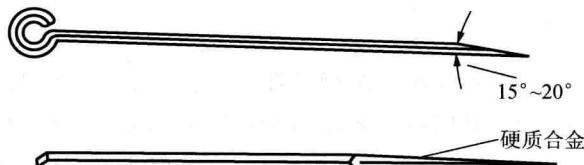

图1-15 划针
(1) 划针结构。划针通常由弹簧钢丝或高速钢制成,直径一般为3~5 mm,长度约为200~300 mm,尖端磨成 $15^{\circ}\sim20^{\circ}$ 的尖角,并经过淬火处理使之硬化,这样就不容易磨损变钝,如图1-15所示。有的划针在尖端部位焊有硬质合金,耐磨性更好,主要用于在工件上划线条。